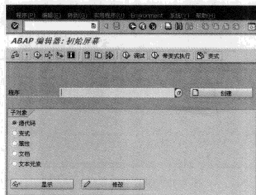

图4-40 “程序编辑器”操作界面
STEP 1 在命令栏输入 SE38 命令，进入“程序编辑器”操作界面，如图 4-40 所示。